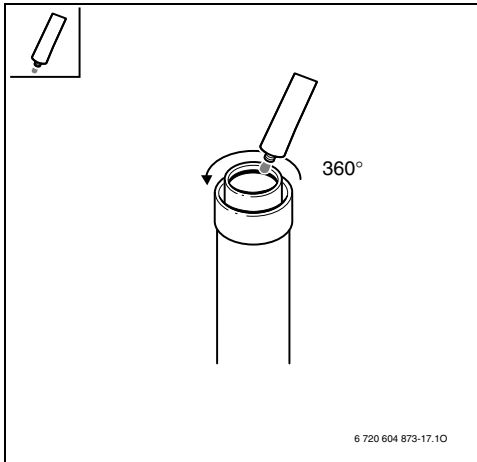

Fig. 25
► Aplicar un poco de grasa exenta de solventes (por ej. vaselina) en el vedante/junta del lado del escape (Fig. 25).